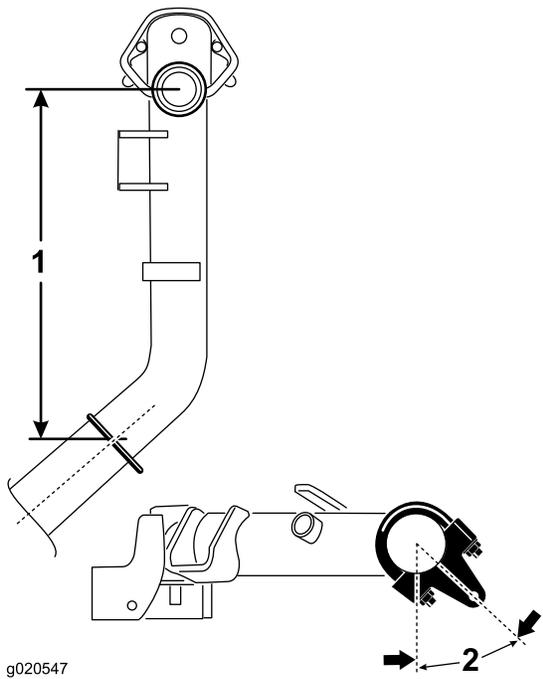

Figura 6
- En los brazos de elevación números 2 y 3, posicione los soportes y los pernos en U a 38,1 cm por detrás de la línea central del nudo del pivote (Figura 6).